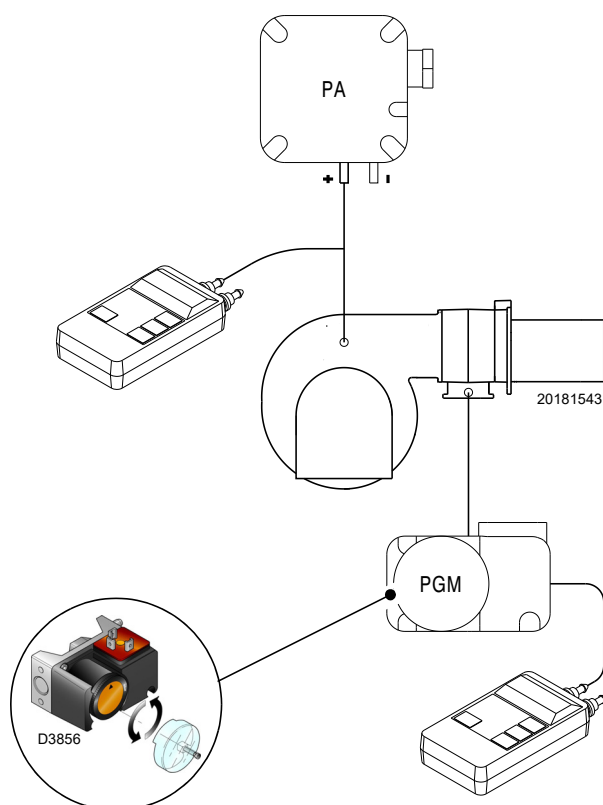

Fig. 35
- Regolare il pressostato gas di massima (Fig. 35 a pag. 34) a fine scala.
Eseguire la regolazione del pressostato gas di massima (Fig. 35) dopo aver effettuato tutte le altre regolazioni del bruciatore con il pressostato gas di massima regolato a fine scala.